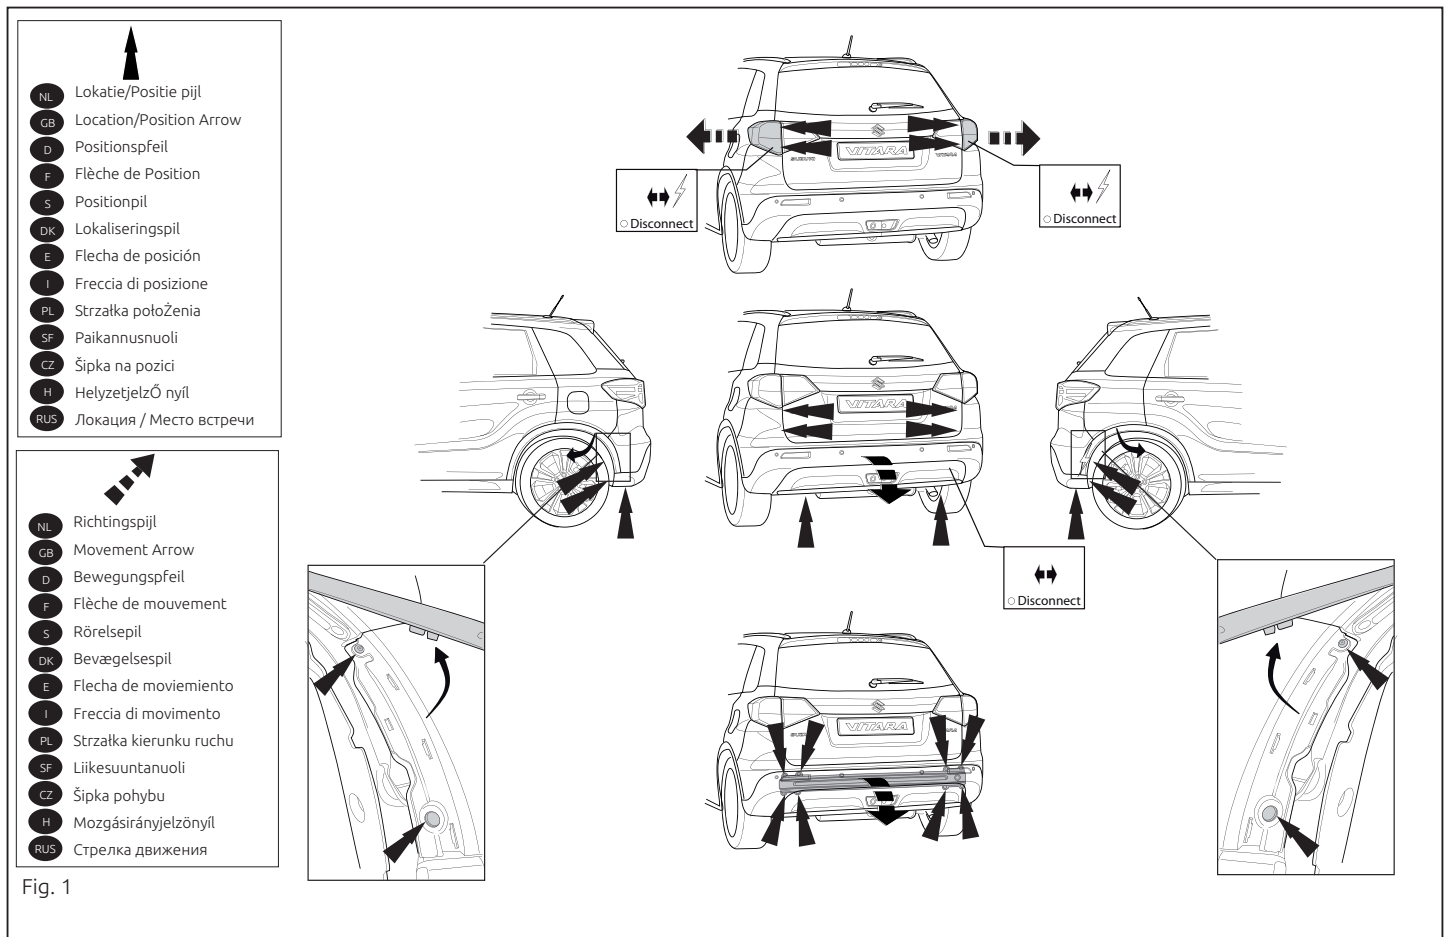

Fig. 1
1. Remove the rear-light units. Remove the bumper and the steel buffer beam from the vehicle. The buffer beam will no longer be needed. If applicable, move the wiring. See figure 1.
1. Die Rücklichter abmontieren. Die Stoßstange einschließlich des stählernen Stoßbalkens vom Fahrzeug abmontieren. Der Stoßbalken wird nicht mehr benötigt. Falls vorhanden die Verdrahtung verlegen. Siehe Abbildung 1.
См. рисунок 1.